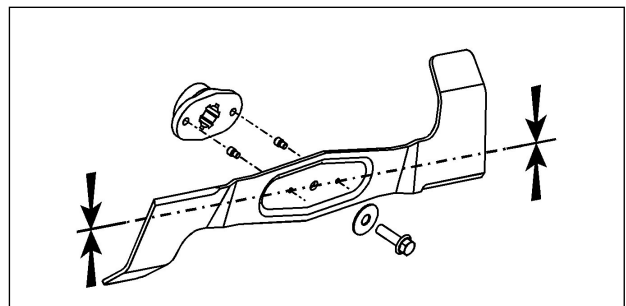

Fig. 30
Vérifier l'état des lames ! Remplacer les boulons de sécurité cassés par des boulons de sécurité neufs (en aucun cas, les remplacer par des boulons standard). Pour l'installation des boulons de sécurité voir fig. 30. Le couple de serrage est de 8-10 Nm. Vérifier que toutes les pièces de fixation des lames sont bien serrées.
2. Lors du remplacement des lames, s'assurer de remonter les pièces dans le bon ordre, et de leur serrage, sous peine d'apparition de vibrations importantes (Voir fig. 30). Les déflecteurs doivent être sur la face supérieure. Sinon, les lames ne couperont pas.
## BROCHES DE CISAILLEMENT (FIG 30)
## REGLAGE DES COURROIES (FIG. 30 ET 31)